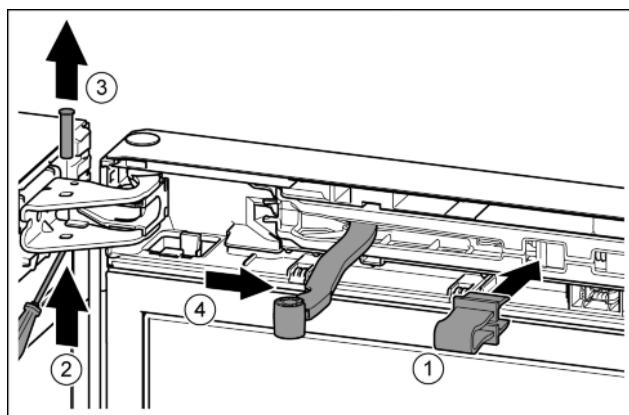

Fig. 13
- ▶ Borging in de opening klikken. Fig. 13 (1)
- ▶ Bout met schroevendraaier eruit schuiven. Fig. 13 (2)
- ▶ Bout vanaf de bovenkant eruit halen. Fig. 13 (3)
- ▶ Scharnier in de richting van de deur draaien. Fig. 13 (4)